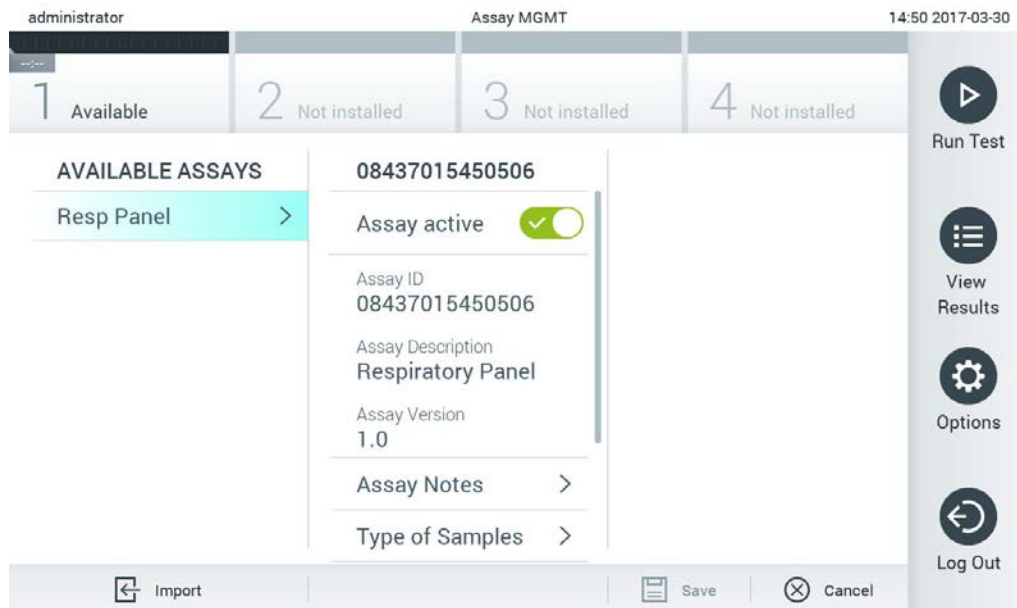

Abbildung 59: Verwaltung verfügbarer Assays
1. Drücken Sie auf die Schaltfläche Options (Optionen) und dann auf die Schaltfläche Assay Management (Assay-Verwaltung), um den Bildschirm Assay Management (Assay-Verwaltung) aufzurufen. Die verfügbaren Assays sind in der ersten Spalte im Inhaltsbereich aufgelistet (Abbildung 59).